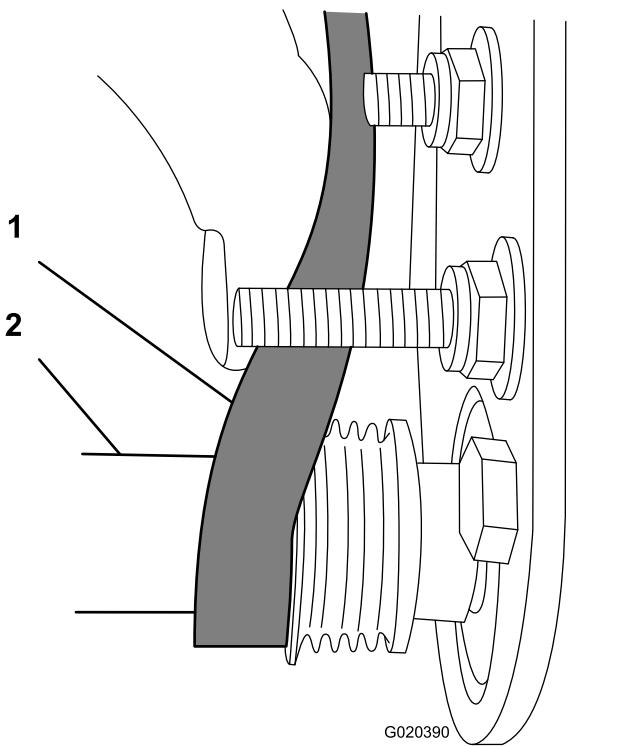

Figure 25
- Avec une clé à douille profonde de 9/16 pouce, tournez la brosse et guidez la courroie sur la poulie menée (Figure 25).